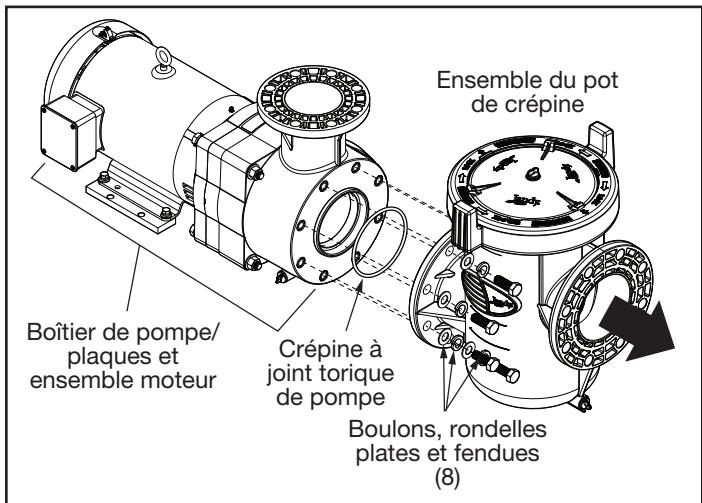

Figure 12. Retirer le pot de crêpine de l'ensemble de pompe
6. Tirer l'ensemble de la crêpine vers l'avant depuis l'ensemble boîtier de pompe / plaques / moteur, comme illustré à la figure 12.
7. Retirer la crêpine du joint torique de la pompe à l'avant du boîtier de la pompe. Reportez-vous à la Figure 12.